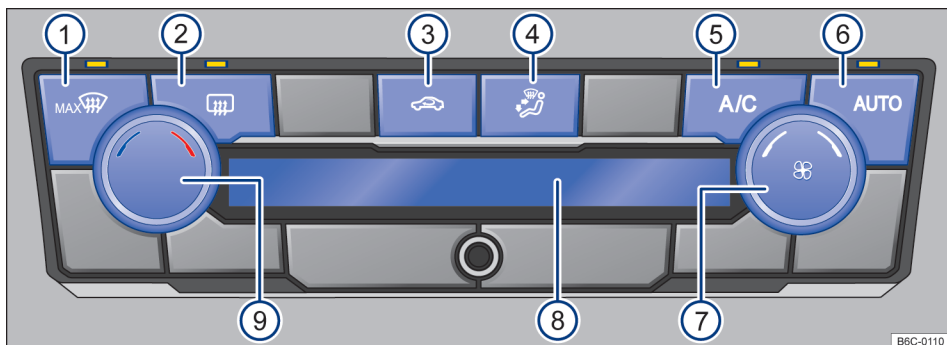

Fig. 82 Comandos do Climatronic.
- *Climatronic*: girar o regulador do ventilador para a esquerda até o batente → Fig. 82 ⑨.
Com o botão **AUTO** → Fig. 82 ⑥ é possível ligar o modo automático do Climatronic.
mático se desliga quando a ventilação é alterada manualmente ou com a alteração da distribuição de ar através do botão → Fig. 82 ④ pressionar.
- *Climatronic*: girar o regulador rotativo esquerdo → Fig. 82 ⑨.
No display do Climatronic → Fig. 82 ⑧ é indicada a temperatura ajustada. ▶
- *Climatronic*: girar o regulador do ventilador → Fig. 82 (7).
- *Climatronic*: pressionar o botão → Fig. 82 (4) para posição desejada, a distribuição selecionada será indicada no display (8).
- *Climatronic*: pressionar o botão  → Fig. 82 (1).